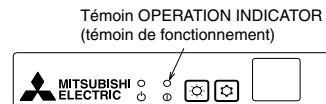

Fig. 9-4
9.3.2. Télécommande sans fil (Fig. 9-4)
- ① Mettez sous tension.
- ② Tout en appuyant simultanément sur les touches MODE SELECT (sélection du mode) et TOO COOL (trop froid) de la télécommande, appuyez sur la touche RESET (réinitialiser).
- ③ Relâchez la touche RESET.
- ④ Relâchez les deux autres touches. Au bout de trois secondes, tous les messages sont affichés sur l'écran LCD.
- ⑤ Transmettez le signal de la télécommande en appuyant sur la touche OPERATE/STOP (marche/arrêt) de la télécommande. (La procédure ci-dessus permet au témoin OPERATION INDICATOR (témoin de fonctionnement) d'indiquer le mode de panne.)
- ⑥ Transmettez le signal de la télécommande en appuyant sur la touche OPERATE/STOP (marche/arrêt) pour suspendre la vérification automatique.